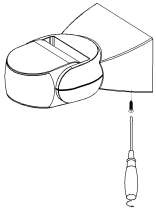

Figura 1
- Solte o parafuso na parte inferior e retire o fundo (ver figura 1).